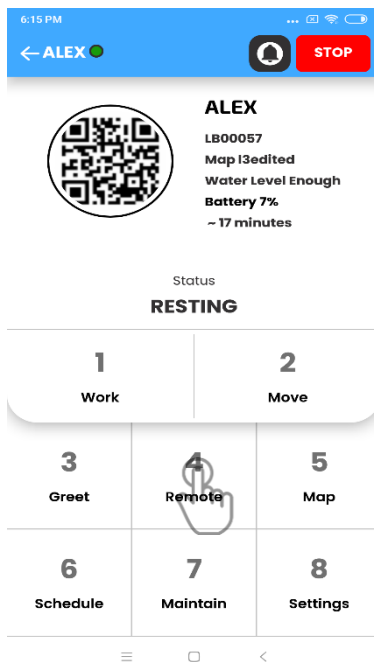

Fig. 1
1. Utilisez l'option Télécommande (Fig. 1) sur la page des commandes pour activer la fonction télécommande sur l'appli.